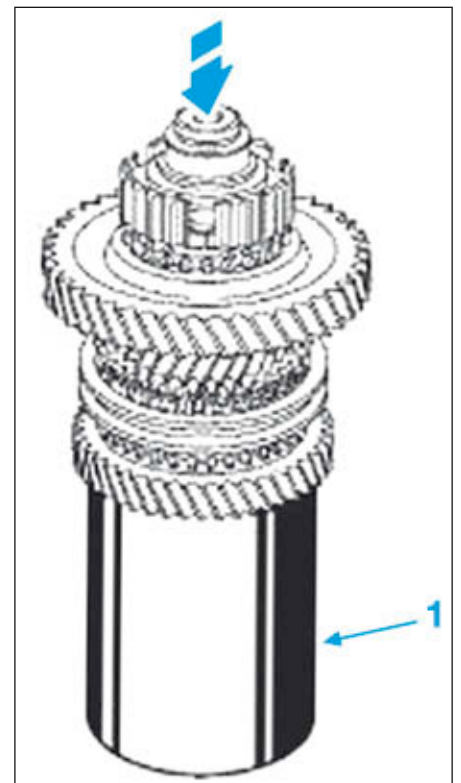

FIG.35
- Déposer l'ensemble « bagues - pignons - moyeux » à l'aide d'un mandrin de diamètre approprié (1) indice "L" (Fig.35).